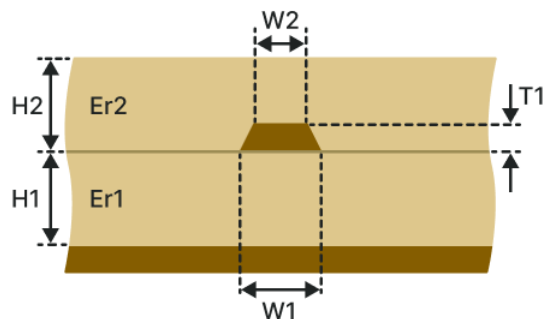

Рис. 133 Заглубленная ЛП (3-1H1B)
- Заглубленная ЛП (З-1Н1В), см. Рис. 133.